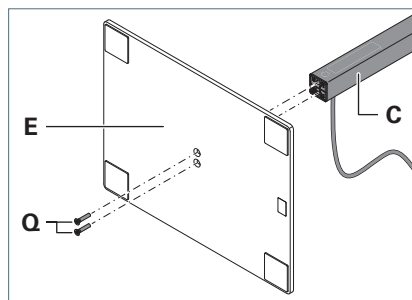

Fig. 4: Montaggio del tubo verticale.
3. Montare il tubo verticale con le viti in dotazione **Q** sul piede dell'apparecchio d'illuminazione **E**, vedere Fig. 4.